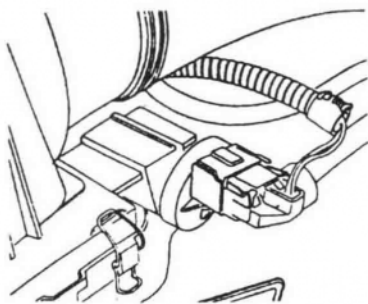

图 1-6 拔下活性炭罐电磁阀的电线接头
(12) 拔下活性炭罐电磁阀 (ACF 阀) 的电线接头, 如图 1-6 所示。